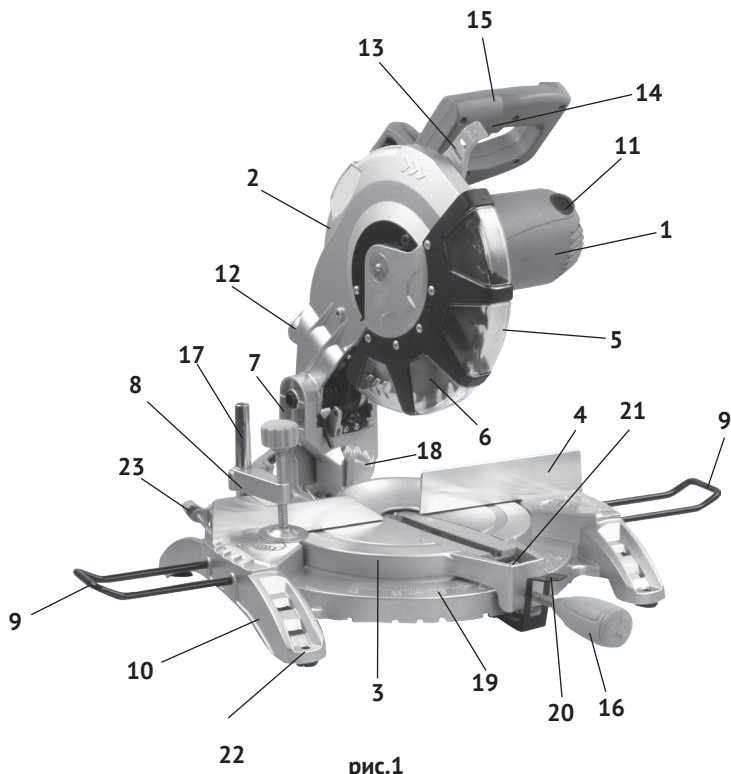

рис.1
- Основным несущим узлом режущего блока пилы является металлический редуктор, выполненный заодно с верхним защитным кожухом диска (рис.1 поз.2). К редуктору крепится пластиковый корпус двигателя (рис.1 поз.1), с закреплённой на нём рукояткой (рис. поз.15). Вертикальное перемещение режущего блока для реза обеспечивает суппорт головки режущей (рис.1 поз.7). Возвратная пружина на оси суппорта, возвращает режущий блок в исходное положение.
Заготовка на рабочем столе может быть повернута на угол от 0 до 45° за счёт поворотного основания (рис.1 поз.3). На основной рукоятке пилы расположены: рычаг блокировки защитного кожуха (рис.1 поз.13) и клавиша выключателя (рис.1 поз.14). Конструкция пилы позволяет осуществлять пропилы, кроме вертикальных (0 - 90°): косые пропилы материала под заданным углом от 0 до 45° относительно задней кромки заготовки в обе стороны (смещением поворотного основания) и наклонные пропилы с заданным углом (от 0 до 45°) относительно вертикальной оси влево.
Крутящий момент с якоря электродвигателя шестернёй передаётся на шпindel, соосный с двигателем. На шпindel, между опорным и зажимным фланцами крепится пильный диск (рис.1 поз.16). Диск является основным рабочим инструментом для резки выбранных материалов.
Металлическая станина (рис.1 поз.10) пилы устанавливается на ровную горизонтальную поверхность. Для крепления пилы на верстаке (рабочем столе) в ножках станины имеются 4-е крепёжных отверстия (рис.1 поз.22). При пилении длинных заготовок в станину крепятся 2-е дополнительные опоры (рис.1 поз.9). Распиливаемая заготовка плотно прижимается к параллельному упору (рис.1 поз.4) и крепится к рабочему столу струбциной (рис.1 поз.8).
Для отвода стружки в комплект поставки входит пылесборник, который крепится к патрубку неподвижного кожуха (рис.1 поз.12). К патрубку можно подключить промышленный пылесос.
- проверьте работоспособность выключателя электродвигателя инструмента. Не подключая пилу к электросети, нажмите и отпустите клавишу выключателя (рис.1 поз.14) – она, без задержки, должна возвратиться в исходное положение;
- проверьте состояние и надёжность крепления подвижного защитного кожуха (рис.1 поз.5), чёткость его срабатывания. Запрещается работать пилой, подвижный защитный кожух которой неисправен или повреждён;
Пила поставляется собранной за исключением: дополнительных упоров (рис.1 поз.9), рукоятки-фиксатора (рис.1 поз.16) поворотного основания и пылесборника.
Установить пилу на ровной твёрдой поверхности верстака (рабочего стола). В целях уменьшения вибрации пилы рекомендуется закрепить станину (рис.1 поз.10) к верстаку, используя крепёжные отверстия (рис.1 поз.22) в ножках.
При пилении длинных заготовок, установить в станину опоры дополнительные (рис.1 поз.9) и зафиксировать их винтами (рис.1 поз.23).
На патрубок пылеотвода (рис.1 поз.12) установить пылесборник (входит в комплект поставки) или подключить промышленный пылесос.
- разблокировать подвижный защитный кожух (рис.1 поз.5) рычагом (рис.1 поз.13);
- включение пилы осуществляется нажатием на клавишу выключателя (рис.1 поз.14);
- ослабить (1,5 – 2 оборота) рукоятку-фиксатор (рис.1 поз.16);
- нажав (вниз) рычаг-фиксатор (рис.1 поз.20), повернуть за рукоятку поворотное основание в нужную сторону;
- контролируя поворот через окно (рис.1 поз.21), совместить стрелку (в окне) с нужным значением угла на шкале (рис.1 поз.19) станины;
- отпустить рычаг (рис.1 поз.20) и зафиксировать поворотное основание в выбранном положении рукояткой (рис.1 поз.16).